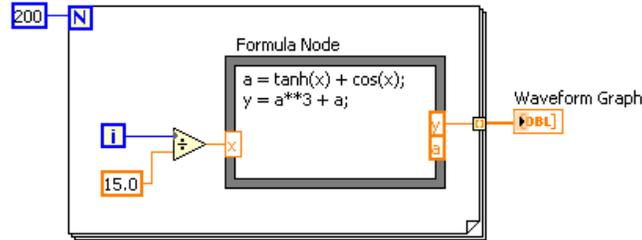

Figure 1.7
1. Construir el diagrama de bloques mostrado en la Figure 1.7.
- e. Completar el diagrama de bloques según se muestra en la Figure 1.7.